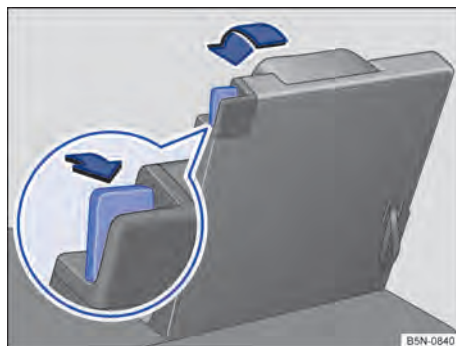

Fig. 86 Rebater a terceira fileira de assentos na posição de assoalho reversível.
- Remover os objetos da área para os pés na frente e atrás do banco traseiro → ①.
- Puxar a alavanca de destravamento → Fig. 86 totalmente para trás para destravar o encosto do banco traseiro.
- Puxar na alça no encosto do banco traseiro → Fig. 86, para rebater para trás o encosto do banco traseiro. **OU:** com a mão, pela parte inferior do veículo, rebater de volta o encosto do banco traseiro.
- A marcação vermelha na alavanca de destravamento → Fig. 86 não pode mais estar visível.
- Uma marca vermelha na alavanca de destravamento → Fig. 86 sinaliza um encosto do banco traseiro não encaixado; a marcação vermelha não pode estar visível no estado encaixado.